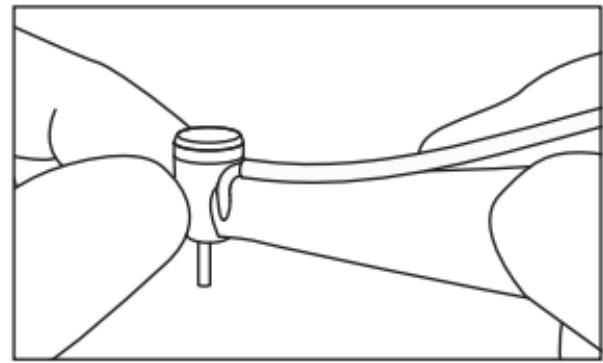

Fig. 10
5) Despu s de que la rotaci n de la pieza de mano se haya detenido completamente, toque el cabezal de la pieza de mano para confirmar que no est  anormalmente caliente (Fig. 10).